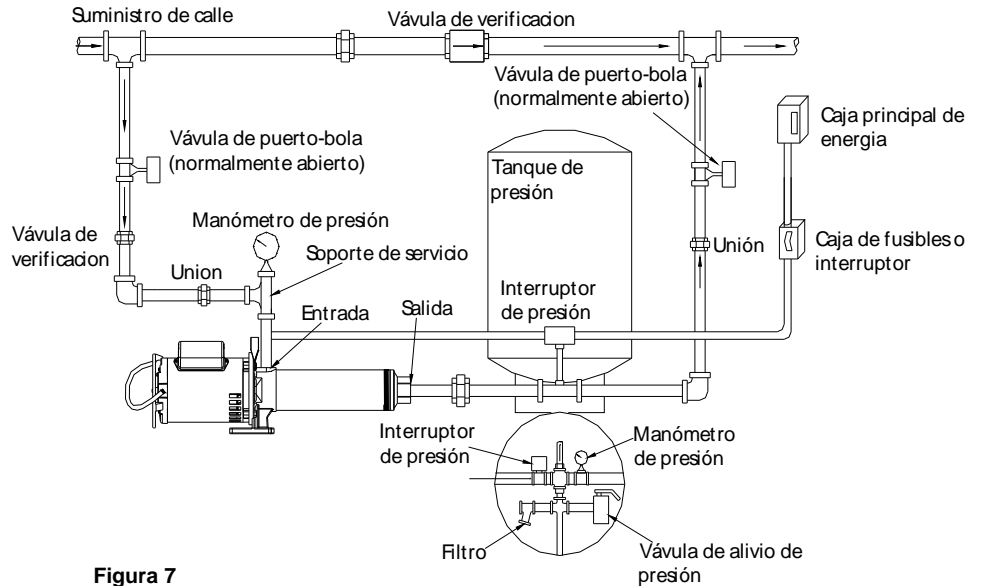

Figura 7
1. Ubica la bomba en los sistemas de aumento de presión, de manera que siempre habrá un alimentación positiva de agua para la bomba (vea la Figura 7, 8 y 9).
3. Intale una válvula de retención como se muestra en Figura 7. Asegúrese de que la flecha de flujo de la válvula de retención apuntan en la dirección del flujo de agua.
5. Un manómetro de presión instalado en el tubo de entrada en el cerca del Puerto de succión, (ver Figura 7) mostrará si suficiente auga está siendo suministrada a la bomba. Consulte a la sección operación-cebado, El instalación de aumento de presión.
El Cebado es automático cuando la bomba está conectado a una fuente de presión, como una boca de riego o del principal de ciudad (Vea Figura 7,8 y 9 en la página 7 y 8).
3. Si instalado un manómetro en la entrada de la bomba, una lectura de mínimo de 2 psi debe mostrar cada vez que la bomba está en funcionamiento ( vea Figura 7,8, y 9). Esta lectura asegura que hay una abundante suministro de agua en la casa de entrada de la bomba.